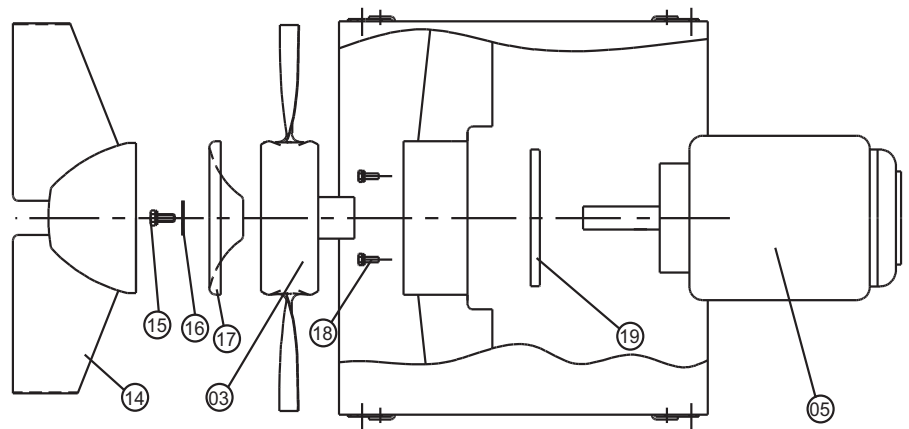

Abb. 3 Aus-/Einbau des Motors
- 4 **ARR:** Die Schrauben in den Leit-schaufeln an den An-/ Abströmhauben abschrauben und die An-/ Abströmhauben Abb. 3, Pos. 14 ziehen
- 5 Die Mittelschraube des Laufrades Abb. 3, Pos. 15 abschrauben und die Mittelscheibe Pos. 16 demontieren.
- 6 **AUR:** Den Nabendeckel Abb. 3, Pos. 17 demontieren.
- 7 Das Laufrad Abb. 3, Pos. 03 mittels eines Abziehers, der in den beiden Gewindelöchern des Nabenkerns zu befestigen ist, entfernen.
- 8 4 Stück Schrauben Abb. 3, Pos. 18 abschrauben.
- 9 Motor Pos. 05 und Motorflansch Abb. 3, Pos. 19 demontieren. Vor dem Ausbau die Position des Motors beachten. Bei Demontage und Zerlegung des Ventilators ist mit den Bauteilen vorsichtig umzugehen, damit die Motorlager oder andere Komponenten nicht durch Stöße oder andere Überlastungen beschädigt werden.
- 1 Nach Fertigstellung der Wartungsarbeiten den Motor Abb. 3, Pos. 05 wieder einbauen. Darauf achten, dass der Motorflansch Pos. 19 korrekt angebracht ist und die Motorwelle im Ventilatorgehäuse konzentrisch angeordnet ist, bevor die Schrauben Pos. 18 angezogen werden.
- 2 Das Laufrad Abb. 3, Pos. 03 auf der Motorwelle mittels einer Schraube, die im Gewindeloch der Motorwelle zu befestigen ist, montieren. Die Nabe des Laufrades bis zum Anschlag gegen den Flansch der Motorwelle anspannen. Prüfen, ob der Schaufelspitzenspielraum am ganzen Umfang gleich groß ist. Andernfalls die Motorposition in der Aufhängung ändern. **Bitte merken:** Schlagwerkzeuge können Schaden an den Lagern anrichten.
- 3 Die Mittelschraube Abb. 3, Pos. 15 und die Mittelscheibe Pos. 16 und für Typ AUR den Nabendeckel Pos. 17 wieder anbringen.
- 4 **ARR:** Die An-/Abströmhauben Abb. 3, Pos. 14 montieren.